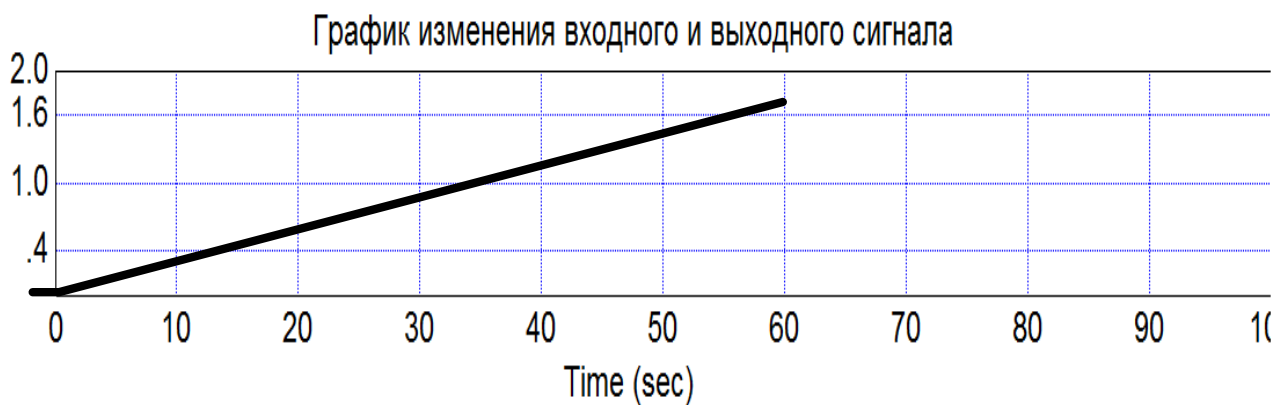

**Рисунок 1.3 – Реакция Ч.Я. на гармоническое воздействие**
2. Гармоническое входное воздействие (рисунок 1.3)